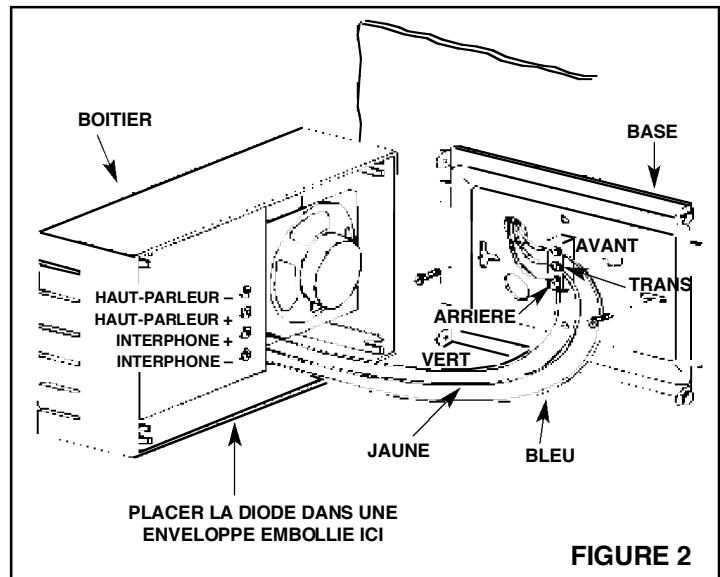

FIGURE 2
4. **Voir Figure 2.** Décider si vous voulez que le LA-52 soit suspendu verticalement ou horizontalement. Tirer les fils restants par un des grands trous dans la plaque de base qui donne le meilleur camouflage de la cavité murale.
3. **Voir Figure 2.** Passer les fils à travers un des larges trous situés dans la plaque de base du LA-52. Fixer la plaque de base sur le mur avec des vis. Si elle est montée verticalement, utiliser les deux trous rainures en T en les positionnant au sommet.